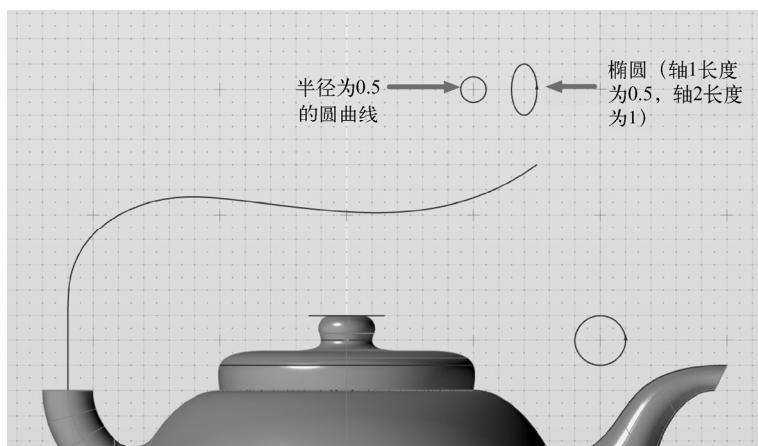

图 5-67 绘制两条新曲线
2) 在前视图中的任意位置绘制一个半径为 0.5 的曲线圆，以及另外一个椭圆，轴 1 长度为 0.5cm，轴 2 长度为 1cm，如图 5-67 所示。